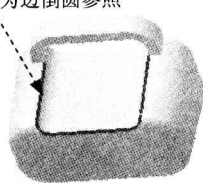

图 1.13 选取边倒圆参照
Step8. 创建边倒圆特征 4。选取图 1.13 所示的边线为边倒圆参照, 其圆角半径值为 6。